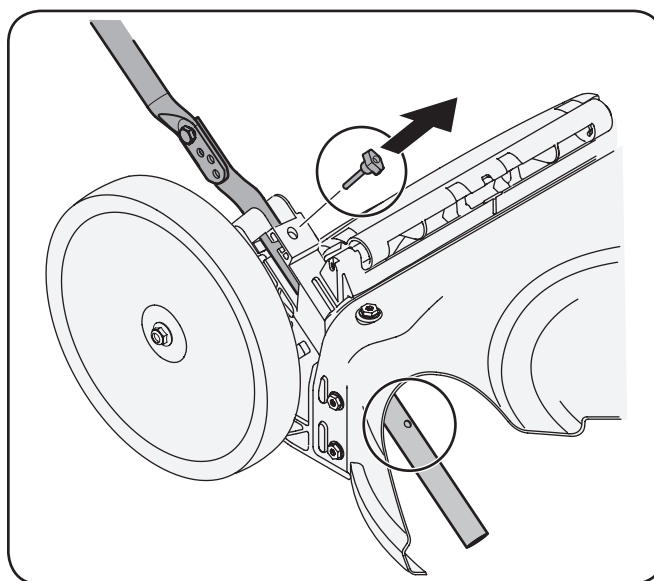
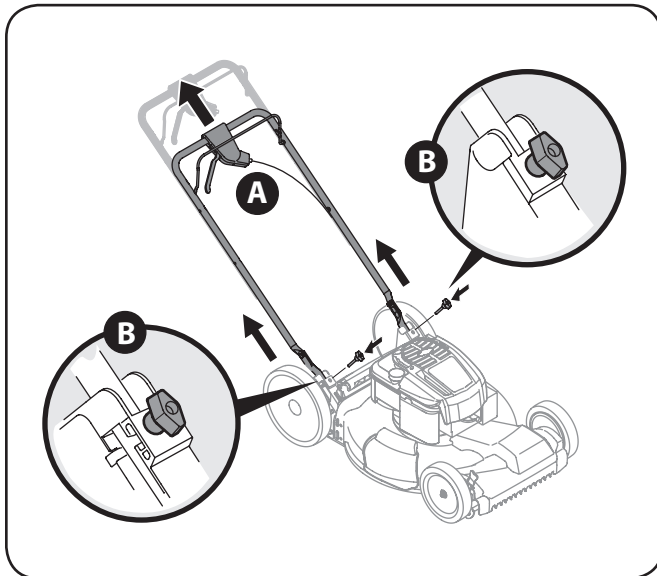

Figure 3-3
Figure 3-4
2. Retire la T-pernos de la manija entre corchetes como se muestra en Figure 3-3.
- a. Tire hacia arriba en el asa hasta agujeros en la manija (que se muestra en Figure 3-3 corte de la cubierta) se alinean con los agujeros en el mango soporte. Vea Figure 3-4.
- b. Inserte el T-pernos quitó anteriormente a través del mango corchetes y asa inferior y apriete bien para asegurar el mango en su lugar. Vea Figure 3-4.